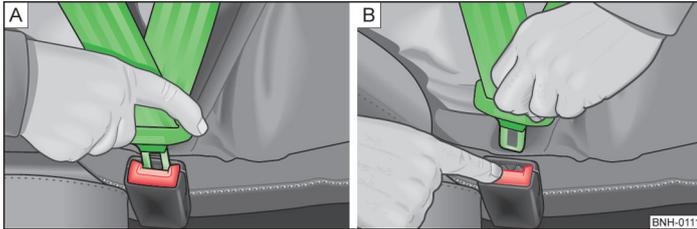

Abb. 128 Sicherheitsgurt anlegen / ablegen
- › Die Schlosszunge in das zum Sitz gehörende Gurtschloss stecken, bis diese hörbar einrastet » Abb. 128 - [A].
- › Die rote Taste im Gurtschloss » Abb. 128 - [B] drücken, die Schlosszunge springt heraus.